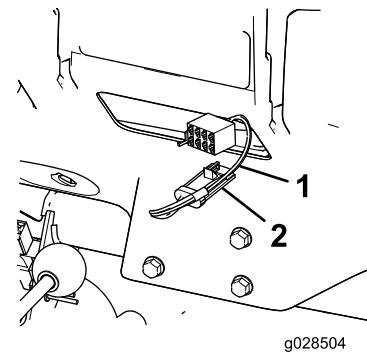

Bild 12
2. Schließen Sie den 4-Stift-Stecker des Kabelbaumadapters am 4-Buchsen-Stecker für die Kabel der Bedienkonsole an (Bild 12).